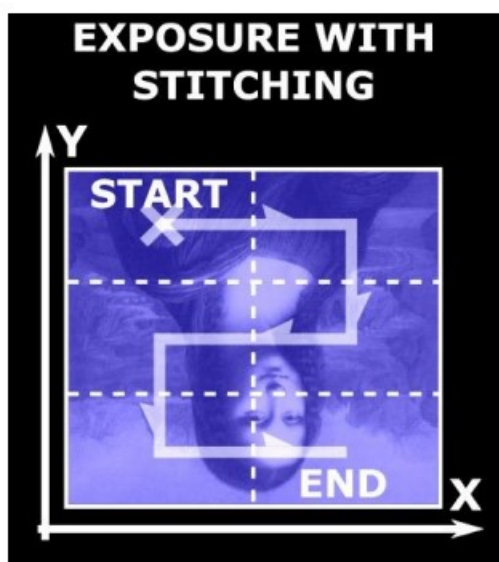

图 18 -“stitching mode 拼接模式”的曝光原理
该模式对图像进行分割, 并根据图 18 所示的优化定位模式, 依次自动曝光相应的子图像堆栈。当用户面对 Smash print uv 时, 光刻从 START 图像(左上角)的当前坐标开始。接下来的子图像的运动和曝光遵循蛇形一样的轨迹。
- 使用 XY 平台，在拼接光刻的起始点定位基板(图 18 中的 **START** 位置)。如果 Stage 状态为 ，则当前的起始位置不能用于拼接，必须更改。
最后，拼接图案按钮 **Stitching pattern** 显示图 18 中的拼接提醒示意图。